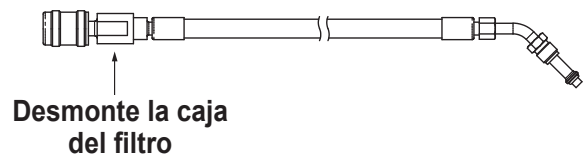

Figura 14
2. Desmonte la manguera de llenado del tanque en la caja del filtro como se muestra en la Figura 14.